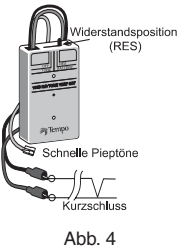

Abb. 4
- Ein Prüfgerät 100B wie in Abbildung 4 gezeigt an das Paar anschließen.